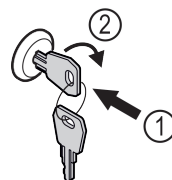

Fig. 169
- Paina avain lukkoon. Fig. 169 (1)
- Kierrä avainta 90° myötäpäivään. Fig. 169 (2)